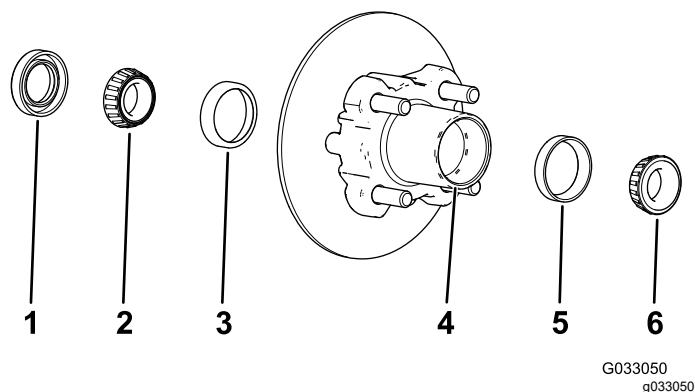

Рисунок 29
1. Снимите наружный подшипник и кольцо подшипника со ступицы (Рисунок 29).
2. Снимите уплотнение и внутренний подшипник со ступицы (Рисунок 29).
- Очистите полость ступицы от всей консистентной смазки, грязи и мусора (Рисунок 29).
- Заполните полость ступицы на 50–80% консистентной смазкой указанного типа (Рисунок 29).
- Установите внутренний подшипник на кольцо с внутренней стороны ступицы и установите уплотнение (Рисунок 29).